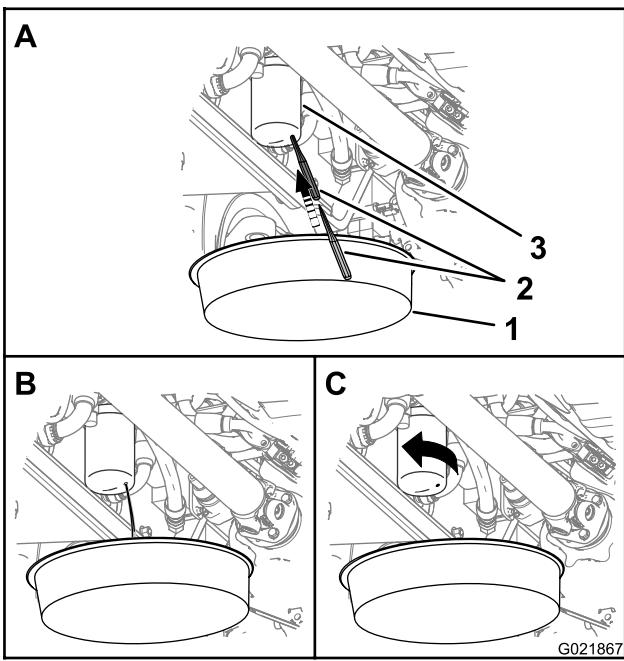

Figure 94
Remarque: Vous pouvez accéder au filtre de pression hydraulique sous le côté droit de la machine, derrière le réservoir hydraulique (Figure 94).
1. Placez un bac de vidange sous le filtre de pression hydraulique (Figure 94).
2. Percez le fond du filtre de pression hydraulique et vidangez le restant de liquide hydraulique dans le bac (Figure 94).
3. Tournez le filtre de pression hydraulique dans le sens antihoraire et déposez le filtre (Figure 94).